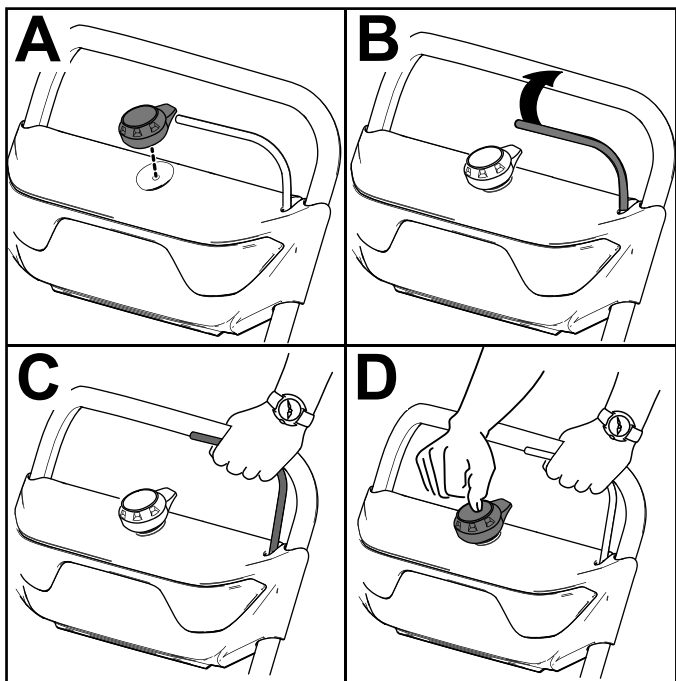

Figure 10
2. Insérez le bouton de démarrage électrique dans le démarreur électrique (A de Figure 10).
3. Serrez et maintenez la barre contre le guidon (B et C de Figure 10).
4. Appuyez sur le bouton de démarrage électrique jusqu'à ce que le moteur démarre (D de Figure 10).